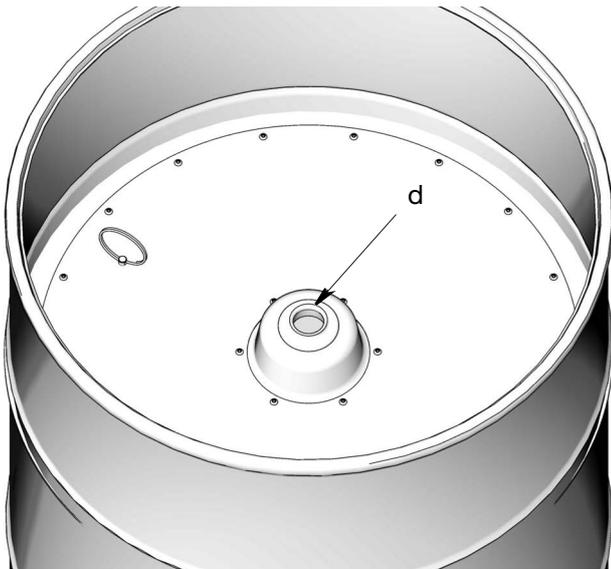

FIG. 8
6. Coloque el plato seguidor encima de grasa fresca (FIG. 8). Elimine el aire empujando el plato seguidor hasta que el nivel de grasa esté a ras con la abertura del centro del plato seguidor (d).